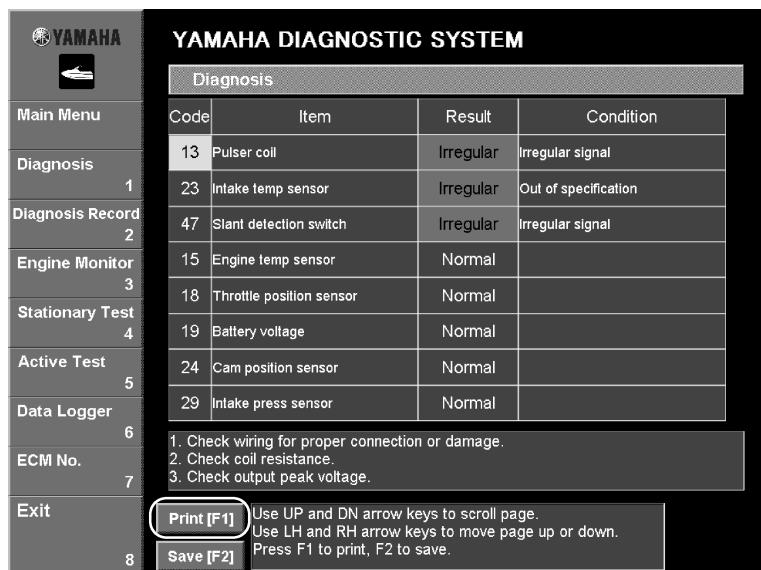

Fig. 26
1. Click the **Print [F1]** button or press the F1 key on your keyboard. The **Print** dialog box is displayed. (Fig. 26)
1. Cliquer sur le bouton **Print [F1]** ou appuyer sur la touche F1 du clavier. La boîte de dialogue **Print** s'affiche (Fig. 26).
- ① Sélectionner l'imprimante
- ② Sélectionner le nombre de copies
- ③ Sélectionner la (les) page(s) à imprimer
1. Klicken Sie auf das Feld **Print [F1]** oder drücken Sie die F1 Taste auf Ihrer Tastatur. Das **Print**-Dialogfeld erscheint. (Abb. 26)
- ① Den Drucker wählen
- ② Die Anzahl der Kopien wählen
- ③ Auswählen, welche Seite gedruckt werden soll
1. Haga clic en el botón **Print [F1]** o pulse la tecla F1 del teclado. Aparece el cuadro de diálogo **Print**. (Fig. 26)
- ① Seleccione la impresora
- ② Seleccione el número de copias
- ③ Seleccione la página para imprimir